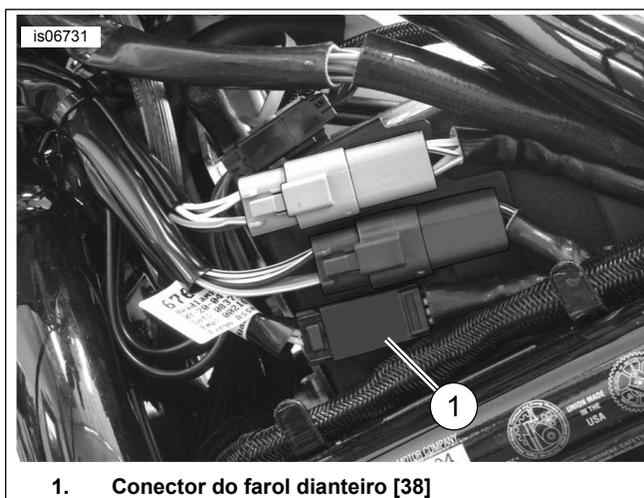

Figura 30. Localizações das emendas de fios (modelo V-Rod ano 2005 e posteriores)
1. Veja Figura 30. Corte o fio laranja/branco do **chicote de fios principal do veículo** próximo do conector do pino do farol principal [38A] (1).